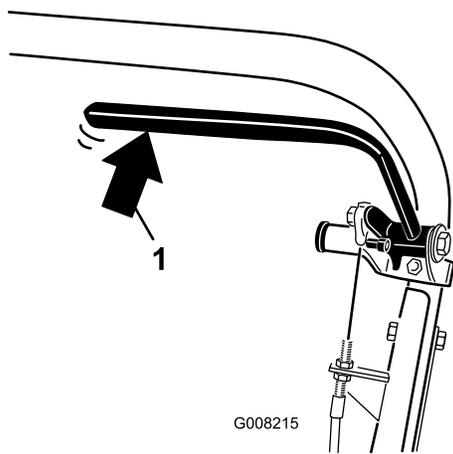

Figure 31
2. À l'aide d'un dynamomètre, appuyez vers l'arrière sur le levier du frein de service (Figure 31). Le frein de stationnement doit se desserrer lorsqu'une force de 13,5 à 18 kg est atteinte. Si le frein de stationnement se desserre avant d'atteindre une force de 13,5 à 18 kg, le câble de frein a besoin d'être réglé. Passez à l'étape 3.